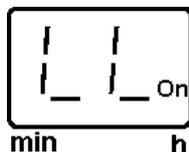

Abb. 31 - Quittierte Störungsanzeige „LL“
- Durch Drücken des Tasters (Abb. 30) geht das Blinken * LL * in Dauerlicht über, siehe Abb. 31.